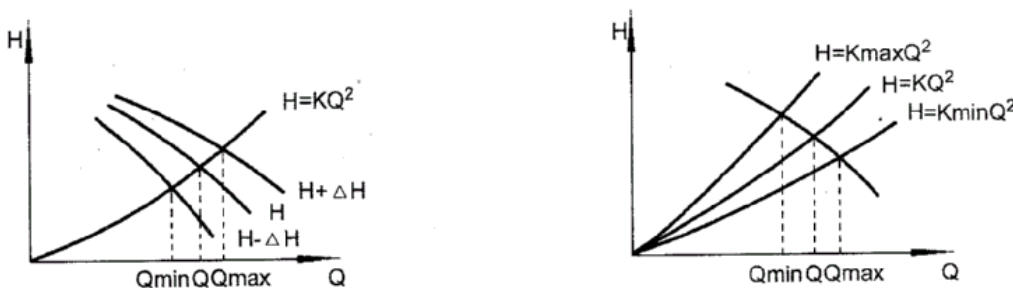

图 1 管网特性曲线图
(2) 风机本身全压值偏差  $\Delta H$  的影响, 当风机实际全压为正偏差时, 则流量增大; 为负偏差时, 则流量减小。则流量减小见图 1。